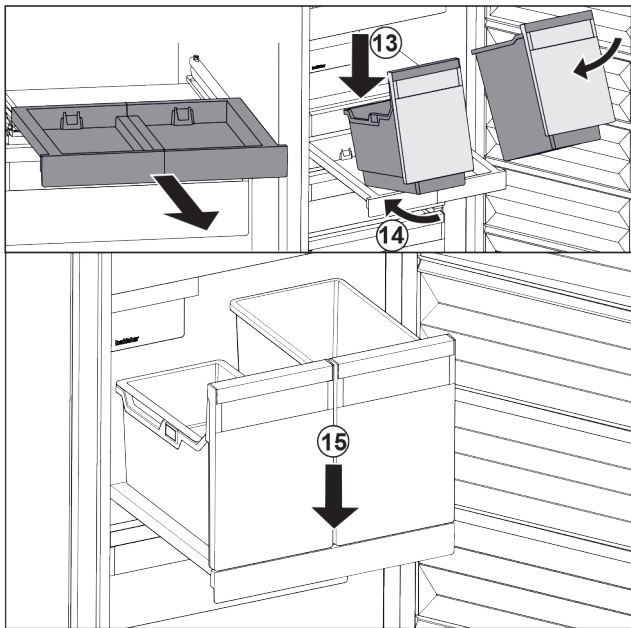

Fig. 106
- ▶ Behälter schräg auf das Auszugsbord aufsetzen. Fig. 106 (13)
- ▶ Behälter schräg nach hinten einschieben. Fig. 106 (14)
- ▶ Behälter vorne absetzen. Fig. 106 (15)